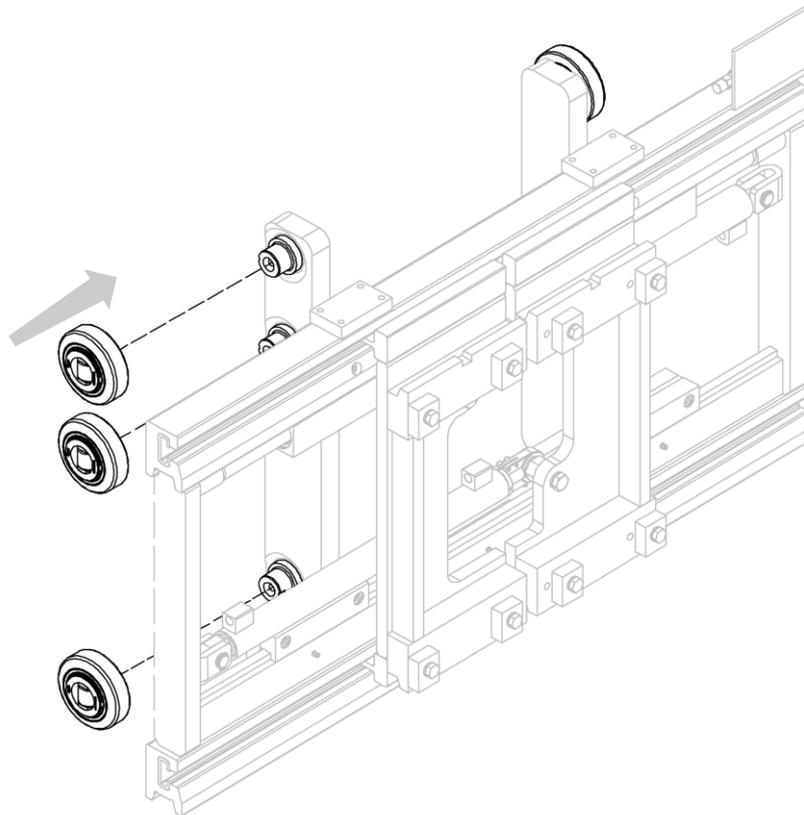

Figura 8
10. Accoppiare i rulli/cuscinetti (non sempre forniti in dotazione) ai perni realizzati sulle spalle dell'attrezzatura (vedi *Figura 8*. In questa immagine, come nelle successive, cuscinetti, spalle e montanti indicati saranno puramente indicativi, con l'unico scopo di mostrare il corretto montaggio dell'attrezzatura, poiché potrebbero variare in funzione dell'attrezzatura).